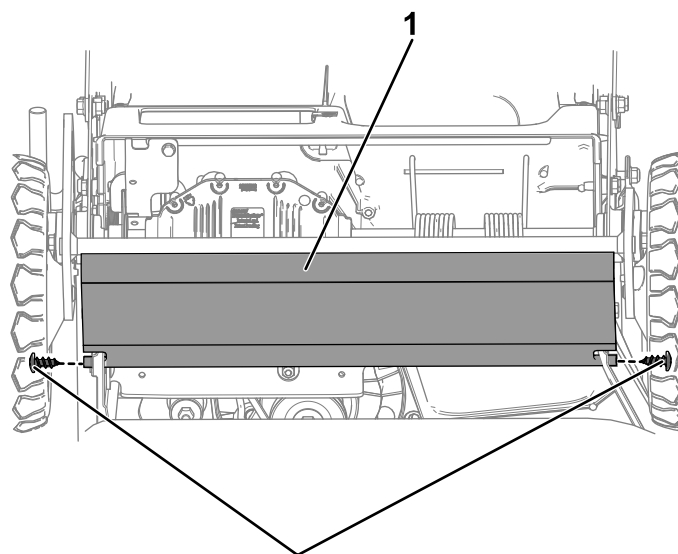

Figura 48
9. Îndepărtați scutul posterior prin demontarea celor 2 uruburi care îl fixează la poziție (Figura 48).